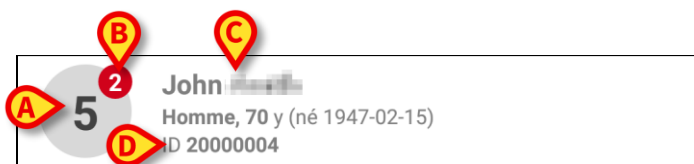

Fig 45
Chaque lit est représenté par une mosaïque (Fig 45).
- numéro de lit (Fig 45 **A**) ;
- nombre de notifications en retard (le cas échéant - Fig 45 **B**) ;
- nom du patient sur le lit en question (Fig 45 **C**) ;
- données du patient (si disponibles : sexe, âge, date de naissance, ID patient - Fig 45 **D**).